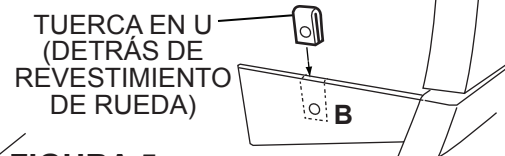

FIGURA 5
11. Coloque la tuerca en U incluida a la moldura del estribo en la ubicación (D). Use un punzón para alinear la abertura de la tuerca en U con el orificio perforado. **Vea la figura 5.**